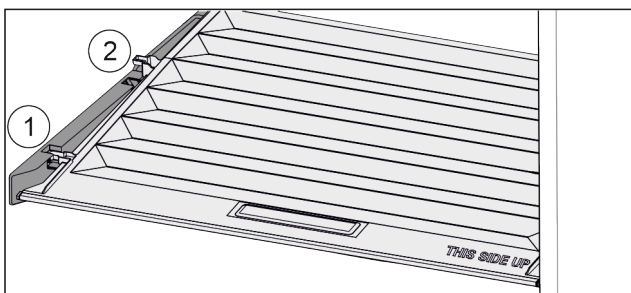

Fig. 115
- ▶ Træk dækslet fremad til åbning i holdedelene Fig. 115 (1).
- ▶ Løft nedefra og bevæg det opad og ud Fig. 115 (2).